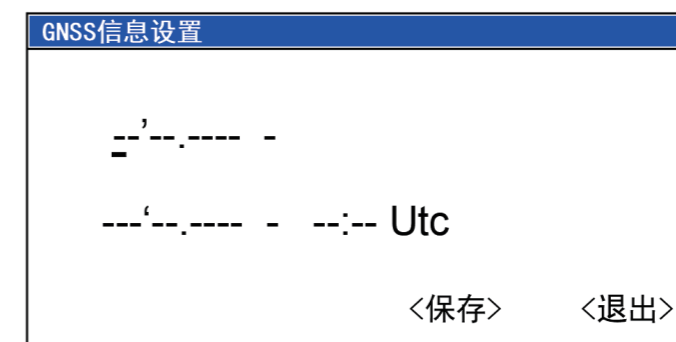

图6.6.2
- a:在数字选呼设置菜单中选择<位置设置>项,按 [确认] 键打开位置设置对话框,如图6.6.2。